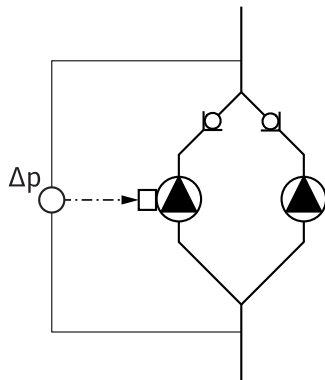

Fig. 13: Pavyzdys, diferencinio slėgio jutiklio jungtis
- Fig. 13 pateiktame pavyzdyje valdantysis siurblys yra tekėjimo kryptimi kairėje esantis siurblys. Prie šio siurblio jungiamas diferencinio slėgio jutiklis.
Valdančiojo siurblio diferencinio slėgio jutiklio matavimo taškai turi būti atitinkamame kolektoriuje, sudvejinto siurblio įrenginio įsiurbimo ir slėgio pusėje (Fig. 13).